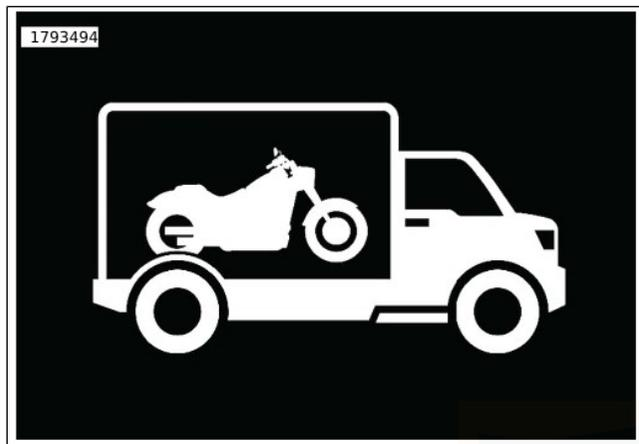

Abbildung 23. Transportmodus-Anzeige
4. Siehe Abbildung 23. Nach der Aktivierung wird auf der IFCU ein Transportmodus-Symbol angezeigt, das darauf hinweist, dass sich das Sicherheitssystem im Transportmodus befindet.